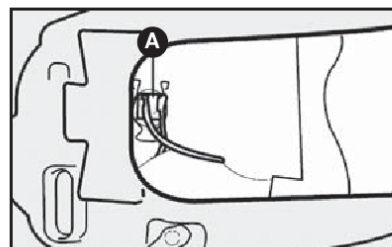

fig. 16
2) soltar o conector **A**-fig. 16 de alimentação da lâmpada.